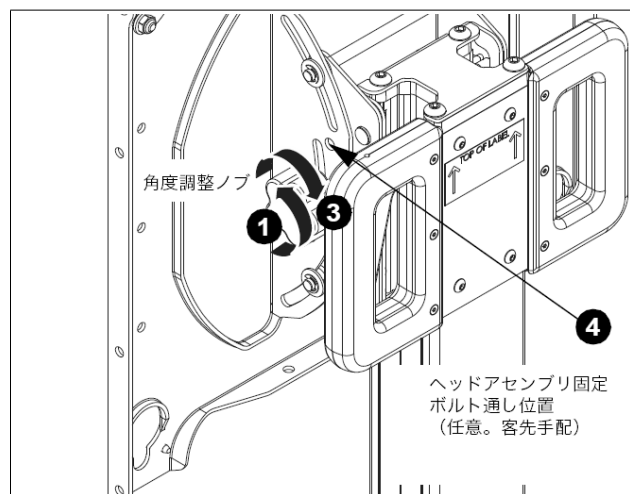

図 10
1. ヘッドアセンブリの側面にあるノブを反時計回りに回すと、傾斜調整機構が緩み傾斜設定ができるようになります。(図 10)
ディスプレイを鉛直の状態に固定されたい場合は、ディスプレイを直立位置にロックするためにヘッドアセンブリ（図 10 参照）にボルト（付属していません）を通すことができます。